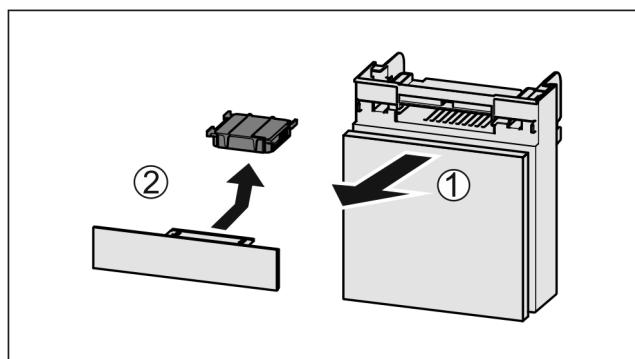

Fig. 118
- ▶ Издърпайте Fig. 118 (1) напред отделението.
- ▶ Извадете Fig. 118 (2) филтъра с активен въглен.